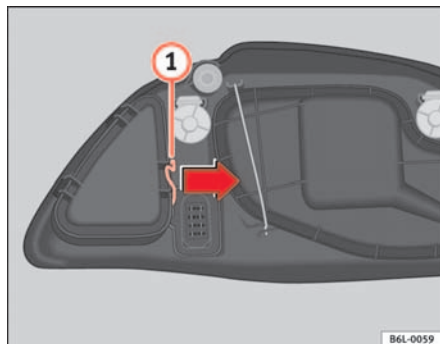

Fig. 144 Luz de población
- Desplace el tirante **1** ⇒ fig. 144 en el sentido de la flecha y retire la tapa.